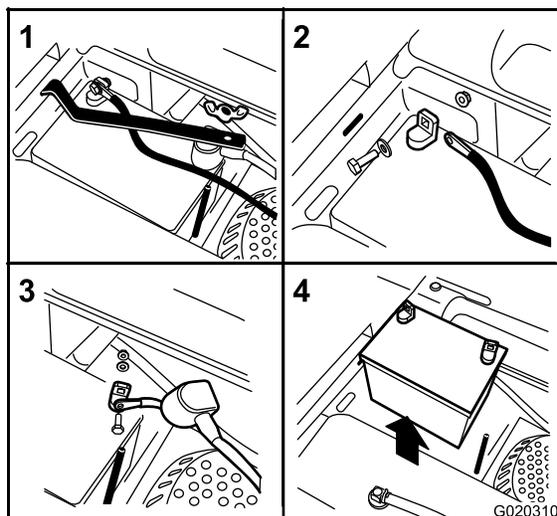

Figura 47
3. Retire la tuerca de orejeta que sujeta la abrazadera de la batería (Figura 47).
4. Retire la abrazadera (Figura 47).
5. Primero desconecte el cable negativo (negro) del borne negativo (Figura 47-) (negro) de la batería ().
6. Retire la cubierta de goma roja del borne positivo (rojo) de la batería y retire el cable positivo (+) (rojo) (Figura 47).
1. Coloque la batería en la bandeja con los bornes en el lado opuesto del depósito de combustible (Figura 47).
4. Fije los cables con 2 pernos, 2 arandelas, y 2 contratuercas (Figura 47).
6. Instale la abrazadera y sujétela con la tuerca de orejeta (Figura 47).